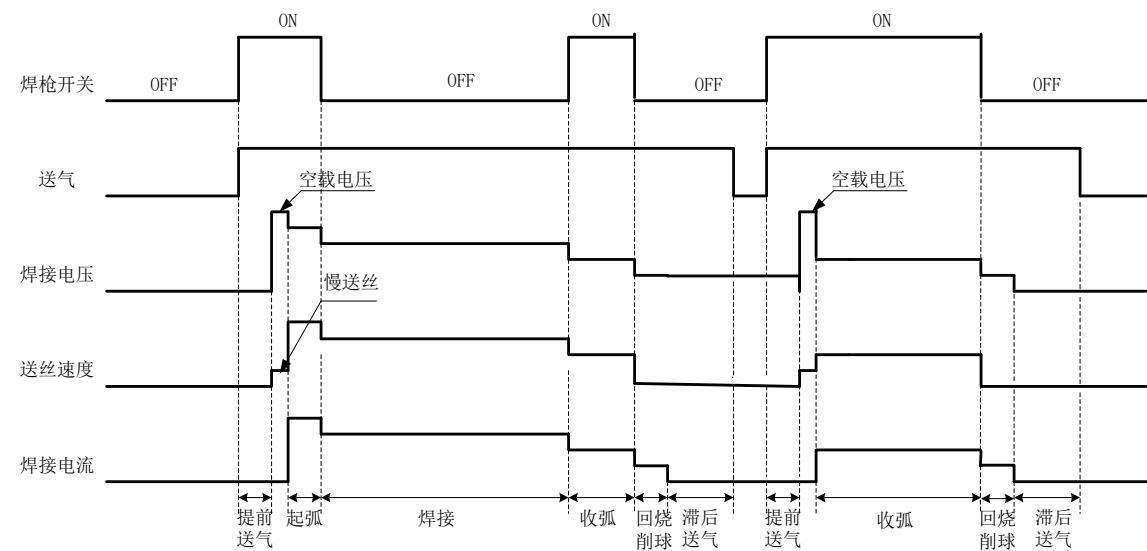

图3-19 反复收弧逻辑图
逻辑如图 3-19 所示。
- 2. 用面板旋钮选择需修改参数的通道号（1~99），按**执行**键确定通道号，如图 3-19 所示；